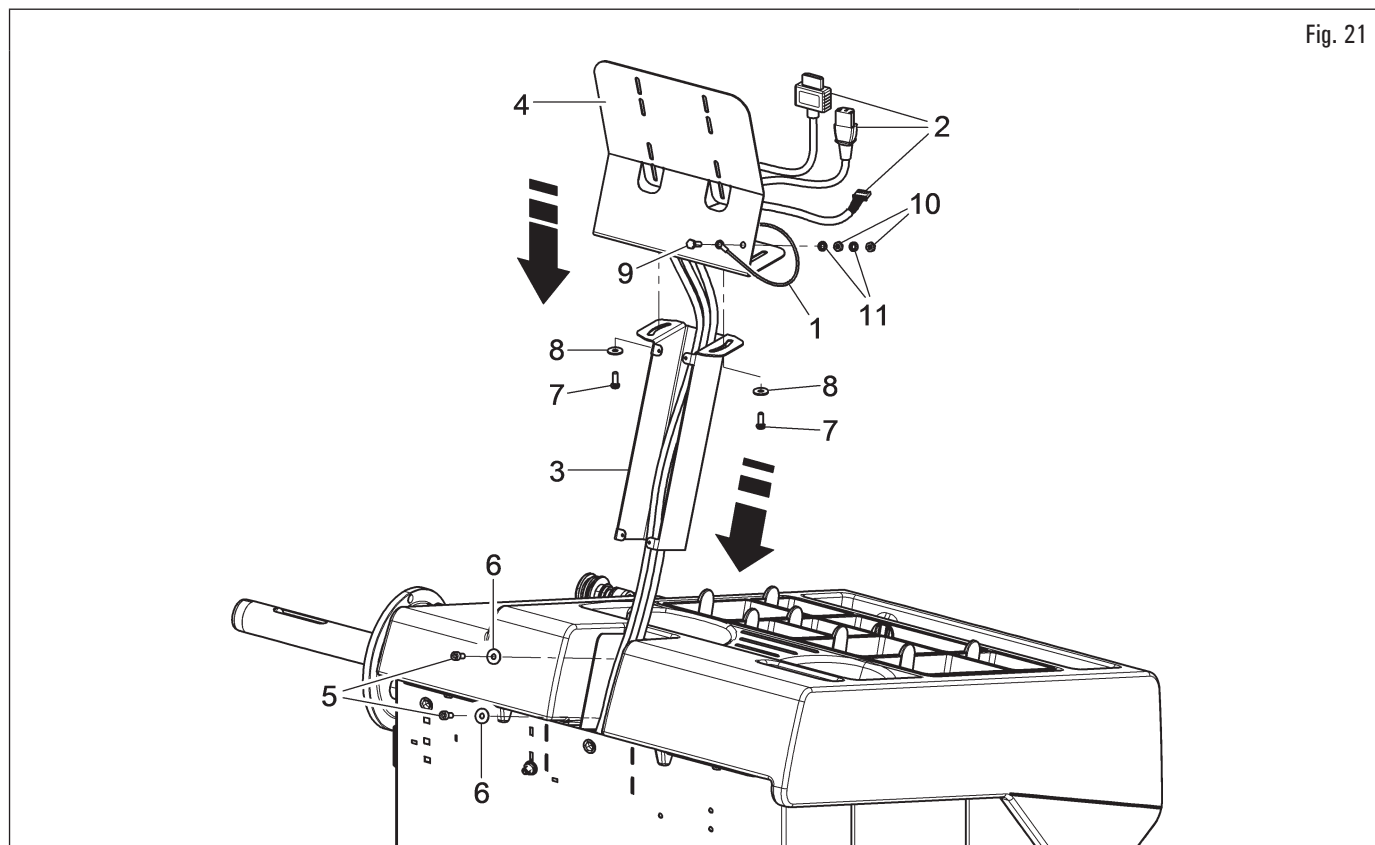

Fig. 21
1. Coloque el monitor con su soporte en las inmediaciones del lugar de montaje. Introduzca el cable de tierra (Fig. 21 ref. 1), el monitor y el teclado (Fig. 21 ref. 2) a través del soporte del monitor (Fig. 21 ref. 3) y la conexión trasera del monitor (Fig. 21 ref. 4) ;
2. montar el soporte monitor (Fig. 21 ref. 3) en el asiento dispuesto. Bloquear el soporte al marco con los tornillos (Fig. 21 ref. 5) y arandelas (Fig. 21 ref. 6), suministrados;
3. montar el soporte trasero del monitor (Fig. 21 ref. 4) al soporte (Fig. 21 ref. 3) con los tornillos (Fig. 21 ref. 7) y las arandelas (Fig. 21 ref. 8);
4. conectar el cable de tierra (Fig. 21 ref. 1) al tornillo de conexión de tierra (Fig. 21 ref. 9) y bloquearlo con las tuercas (Fig. 21 ref. 10) y arandelas (Fig. 21 ref. 11).
Durante esta operación prestar especial atención al cable de tierra (Fig. 21 ref. 1), al cable de alimentación, al cable HDMI y al cableado del teclado (Fig. 21 ref. 2) de manera que no sufran daños.
Asegurarse de que estén insertados dentro del soporte del monitor y del soporte trasero del monitor, como se muestra en Fig. 21.